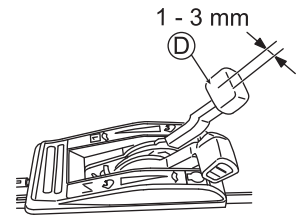

Fig. 33
Réglez le jeu du levier de changement de vitesse (D) à 1 - 3 mm ainsi qu'illustré dans la Fig. 33.
3. Démarrez le moteur et vérifiez que la vitesse de tonte change lorsque vous activez le levier de changement de vitesse (D).